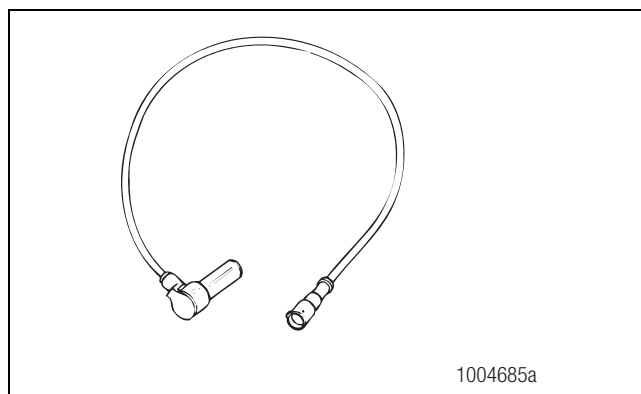

Figura 1.5
- Genera un voltaje de salida proporcional a la velocidad de la rueda. Figura 1.5.